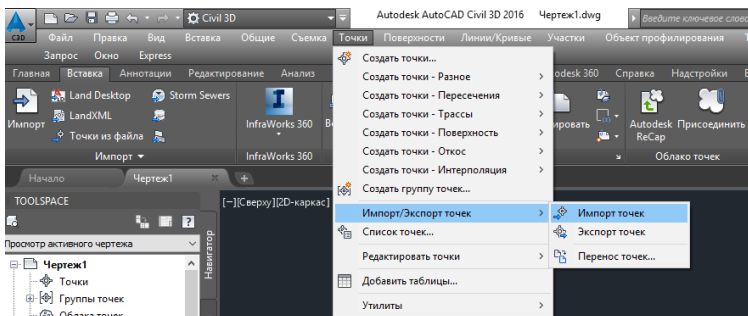

Рис. 7. Меню выбора Импорта/Экспорта точек
3. В верхнем меню выбрать «Точки» → «Импорт/Экспорт точек» → «Импорт точек» (рис. 7).